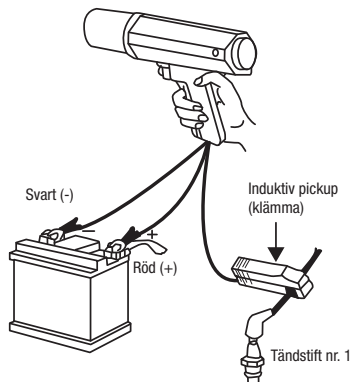

Fig. 2
6. Anslut tändinställningslampan enl. fig. 2.
Tändinställningslampan skall vara ansluten enl. fig. 2 och vakuumledningen till fördelaren skall vara bortkopplad.